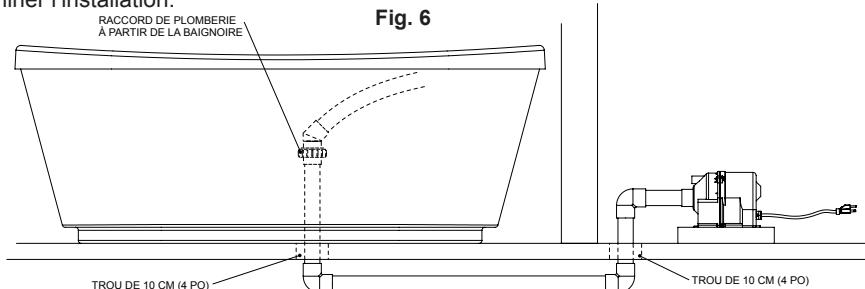

Fig. 6
- 1** Déterminez les emplacements du souffleur et vérifiez que les raccords de conduites d'air et du souffleur sont accessibles une fois la baignoire installée. Le souffleur doit se trouver à moins de 3 m (10 pi) de la baignoire et ne doit pas inclure plus de trois coudes, comme l'illustre le schéma (fig. 6).